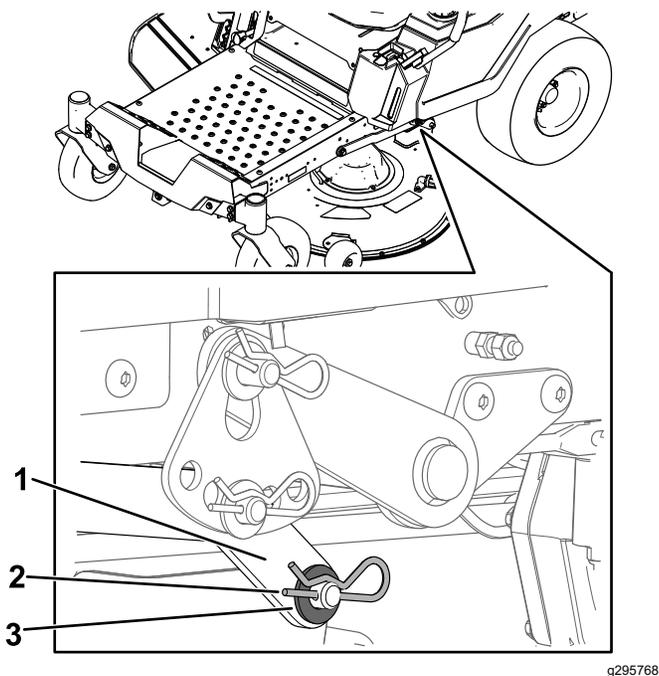

Рисунок 71
7. На одной стороне машины извлеките шайбу и шплинт из штифта деки (Рисунок 71).
8. Снимите подъемный рычаг со штифта деки (Рисунок 71).
5. На одной стороне машины поднимите заднюю часть деки газонокосилки и установите подъемный рычаг на штифт деки (Рисунок 71).
6. Установите подъемный рычаг с помощью шайбы и шплинта (Рисунок 71).